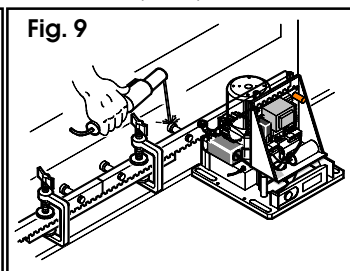

Fig. 9
8) Acercar otro elemento al último fijado, utilizando un trozo de cremallera de unos 150 mm para poner en fase el dentado de ambos elementos (fig. 9).
9) Correr manualmente la hoja hacia el cierre hasta llegar a la altura del piñón con el tercer separador del elemento por fijar (fig. 9).
10) Soldar los tres separadores del elemento (fig. 9).